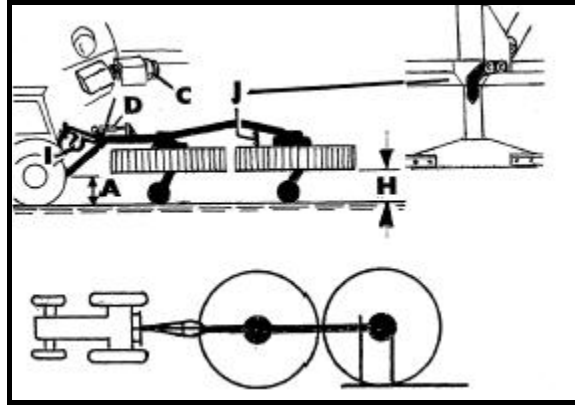

Abbildung 20
Die Stabilisierungsfeder (Abb. 20, Pos. D) ist werksseitig leicht vorgespannt, so dass der vordere Kreisel bei unebenem Gelände in Arbeitsstellung keine unkontrollierten Nickbewegungen macht.
3. Anschlagschraube beim Erstanbau (Abb.20, Pos. C) so einstellen, dass die Maschine in Transportstellung waagrecht steht. Je nach Traktortyp kann die Höhe der Unterlenker bzw. Hitch 35 - 45 cm betragen (Abb. 20, Pos. A).
- c) Schlaufe (Abb. 20, Pos. I) je nach Traktortyp unterschiedlich lang wählen.
7. Maschine mit Aushubzylinder ausheben. Die maximale Aushubhöhe der Kreisel beträgt ca. 45 cm (Abb. 20, Pos. H)
Kontrolle: Zeiger (Abb. 20, Pos. J) muss mittig auf den Schutzbügelhalter zeigen.